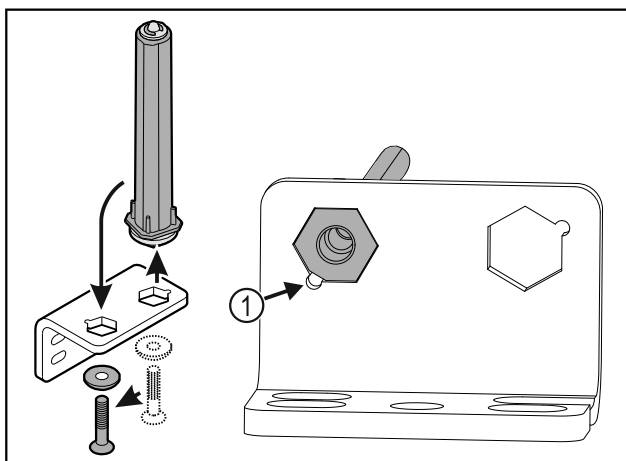

Fig. 39
- Darauf achten, dass beim Einsetzen die Bolzenabschrägung Fig. 39 (1) zum runden Loch zeigt.